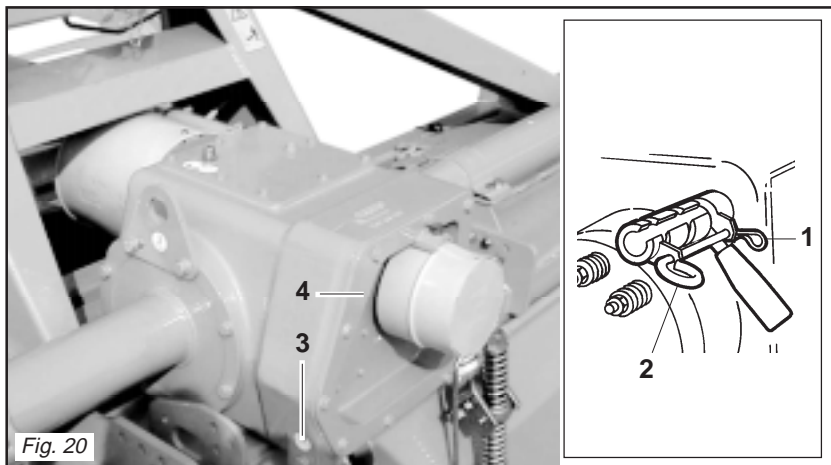

Fig. 20
La zappatrice è equipaggiata di un cambio a leva a tre velocità (Fig. 20) che in relazione alla coppia di ingranaggi posizionati posteriormente può fornire due gamme differenti di valori di rotazione dei rotori portacoltelli. È molto utile per terreni non uniformi, in quanto facilita la lavorabilità del terreno mantenendo costante la velocità di avanzamento del trattore. Per cambiare velocità è necessario sfilare la coppiglia di sicurezza (1 Fig. 20), rimuovere l'asta (2 Fig. 20) che blocca in posizione la leva delle marce e quindi spostare la leva stessa nella selezione
The machine is equipped with a three-speed lever operated gearbox (Fig. 20) which can supply two different ranges of spinning values for the blade rotors in relation to the pair of gears installed at the rear. This is very useful on uneven ground since it makes the soil more workable by keeping the advancement speed of the tractor at a steady rate. To change the speed, remove the safety split pin (1 Fig. 20), remove the rod (2 Fig. 20) that locks the gear lever in position and then move the lever itself to the desired position.
Die Maschine ist mit einem Schalthebel mit drei Stellungen ausgestattet (Abb. 20), der je nach den beiden Zahnrädern, die hinten positioniert sind, zwei unterschiedliche Drehzahlbereiche für die Rotation der Messertragerotoren liefern kann. Das ist auf unebenem Gelände sehr nützlich, weil es die Bearbeitung des Bodens vereinfacht und die Fahrgeschwindigkeit des Schleppers konstant gehalten werden kann. Um einen anderen Gang zu erhalten, den Sicherungssplint (1 Abb. 20) herausziehen, die Stange (2 Abb. 20) entfernen, mit der der Gangschalthebel blockiert wird, um den Hebel dann in die gewünschte Stellung zu bringen.
La machine est équipée d'une boîte à trois vitesses, avec commande par levier (Fig. 20). Suivant le couple d'engrenages placés à l'arrière, il peut fournir deux gammes différentes de valeurs de rotation des rotors porte-couteaux. C'est un outil très efficace sur les terrains irréguliers, puisqu'il facilite l'ameublissement du terrain, tout en maintenant constante la vitesse d'avancement du tracteur. Pour changer de vitesse il faut retirer la goupille de sécurité (1 Fig. 20), déposer la tige (2 Fig. 20) qui bloque le levier de vitesses pour pouvoir le déplacer sur la sélection désirée. Ensuite remonter la
La máquina está equipada con un cambio de palanca de tres velocidades (Fig. 20) que en base al par de engranajes emplazados en posición posterior puede suministrar dos diversas gamas de valores de rotación de los rotores portacuchillas. Es muy útil para terrenos no uniformes, ya que facilita el trabajo sobre el terreno, manteniendo constante la velocidad de marcha del tractor. Para cambiar velocidad es necesario extraer el pasador de seguridad (1 Fig. 20), quitar la varilla (2 Fig. 20) que bloquea en posición la palanca de las marchas y
- scaricare l'olio dalla scatola cambio svitando il tappo inferiore (3 Fig. 20);
- rimuovere il coperchio (4 Fig. 20) con cura per non danneggiare il paraolio posizionato in corrispondenza dell'albero della presa di forza uscente e l'anello OR;
- *drain the oil from the gearbox by unscrewing the lower plug (3 Fig. 20);*
- *remove the cover (4 Fig. 20) with care to prevent damage to the oil seal installed on a level with the output PTO shaft and the OR ring;*
- Das Öl aus dem Getriebegehäuse ablassen, indem man den unteren Stopfen (3 Abb. 20) abschraubt.
- Den Deckel (4 Abb. 20) sorgfältig abnehmen, um die Öldichtung auf dem austretenden Zapfwellenstummel und den O-Ring nicht zu beschädigen.
- *laissez sortir l'huile de la boîte de vitesses après avoir dévissé le bouchon en bas (3 Fig. 20);*
- *enlevez le couvercle (4 Fig. 20) en faisant attention à ne pas endommager le joint pare-huile qui se trouve au niveau de l'arbre de sortie de la prise de force et le joint d'étanchéité;*
- descargar el aceite de la caja de cambios desenroscando el tapón inferior (3 Fig. 20).
- quitar la tapa (4 Fig. 20) con cuidado para no dañar el guardagotas emplazado en coincidencia con el eje de la toma de fuerza de salida y el anillo OR.